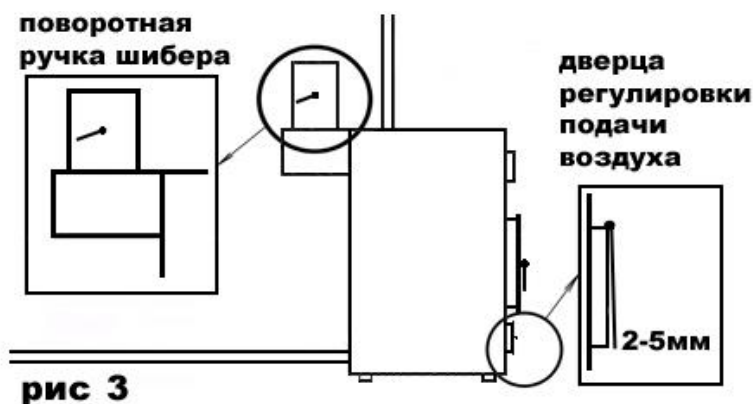

Рис. 3
9. – после того как воздух в отапливаемом помещении нагреется, прикройте дверцу регулировки подачи воздуха, оставив воздушный зазор примерно – 3-5мм (рис. 3), закройте на половину заслонку в дымоотводящем патрубке (если шибер штормный – то выдвинуть его до риски на штормке). Таким образом, будет обеспечена правильная работа котла и соответственно максимально эффективный, экономичный, комфортный режим работы, не требующий дополнительной регулировки, до тех пор, пока в топке не останется топлива менее десятой части от полной загрузки,
12. - если вы доложите больше топлива, чем находится в топке, более чем в три раза, то необходимо приоткрыть дверцу регулировки подачи воздуха под 30-45° относительно вертикали (рис 1), буквально на 5-10 минут, пока не займется дымом, не начнет тлеть вновь заложное топливо (чем влажнее топливо - тем дольше), после чего необходимо вернуть дверцу регулировки подачи воздуха в положение 3-5мм зазора (рис. 3),